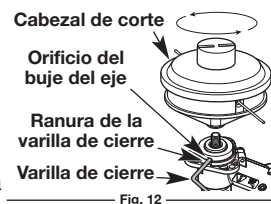

Fig. 12
1. Coloque el cabezal de corte como se muestra (Fig. 12). Alinee el orificio del buje del eje con la ranura de la varilla de traba. Inserte la varilla de traba en el orificio del buje del eje.
3. Mientras sostenga la varilla de traba, sujete el cabezal de corte al eje de salida enroscándolo hacia la izquierda hasta que quede completamente asentado (Fig. 12).